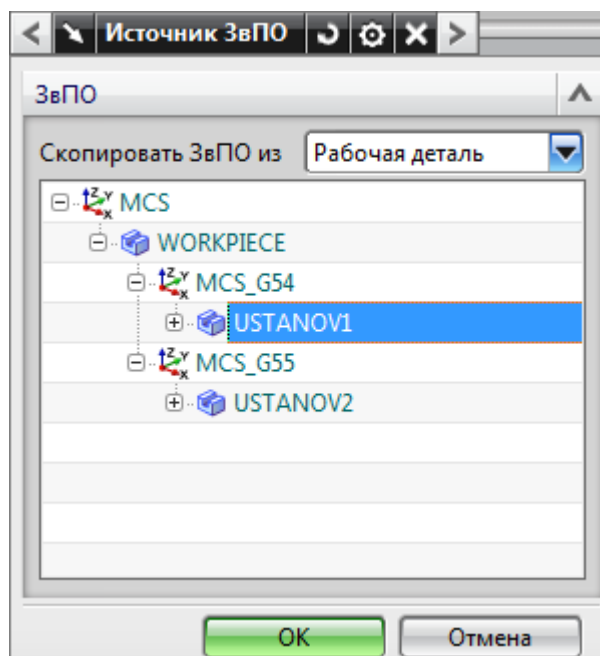

Рис. 2.30. Выбор ЗвПО первого установка
- выберите объект геометрии *USTANOV1* (см. рис. 2.30);